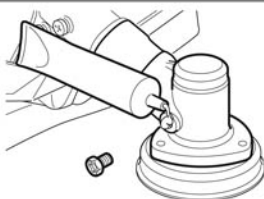

Рис. 39
- > Нанесите нужное смазочное средство (рис. 39).